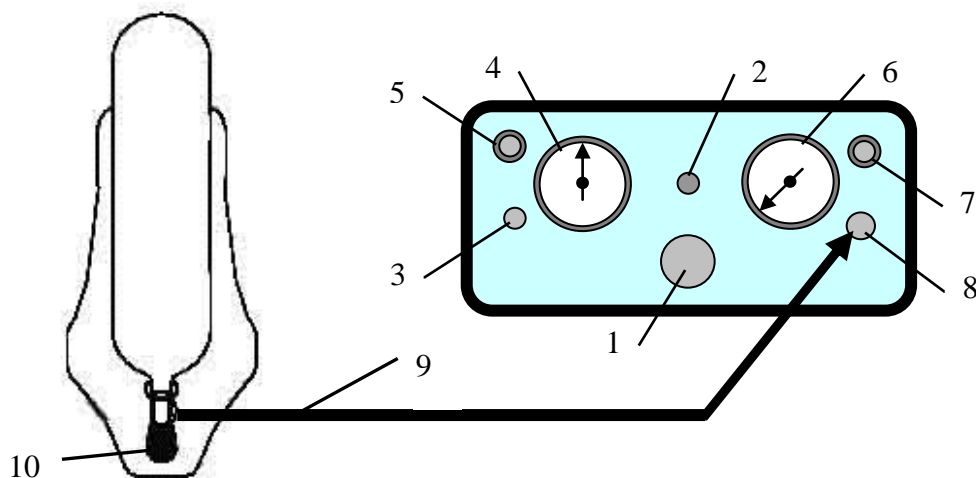

Рисунок 8.
2.3.5. Проверка редуцированного давления (см. рис. 8).